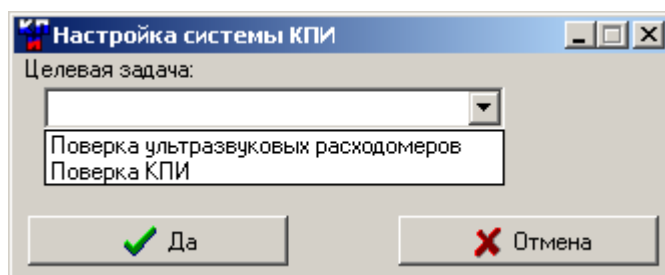

Рис. 3. Вид окна «Настройка системы КПИ».
2.4.1.2. Для выбора целевой задачи, необходимо нажать кнопку **Настройка** в области **Комплекс поверочный имитационный (КПИ)** и в появившемся окне **Настройка системы КПИ** (рис.3) выбрать наименование целевой задачи из предлагаемого списка.